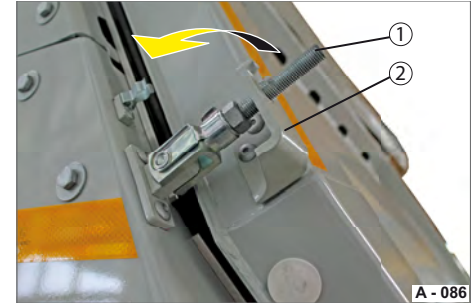

Abb. 29 Zusatz-Verriegelung, entriegelt
- ▶ Schwenken Sie den Gewindebolzen (Abb. 29/1) aus dem Haltewinkel (Abb. 29/2) heraus.